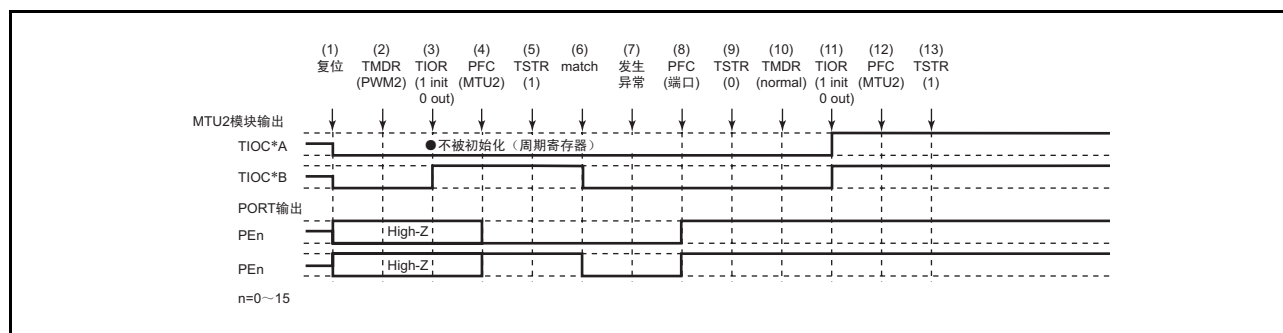

图 10.148 在 PWM 模式 2 中发生异常并在正常模式中恢复
在 PWM 模式 2 中发生异常，重新设定后在正常模式中重新开始时的说明如图 10.148 所示。
- (1) ~ (9) 与图 10.148 相同。
- (10) 设定 PWM 模式 1。
- (11) 必须通过 TIOR 初始化引脚（在 PWM 模式 1 中不初始化 TIOC*B）。
- (12) 必须通过 PFC 设定为 MTU2 输出。
- (13) 通过 TSTR 重新开始。
(15) 在 PWM 模式 2 的运行中发生异常并在 PWM 模式 2 中重新开始时的运行
(1) ~ (9) 与图 10.148 相同。
(10) 在 PWM 模式 2 中重新开始时不需要此步骤。
(11) 必须通过 TIOR 初始化引脚 (在 PWM 模式 2 中不初始化周期寄存器的引脚)。
(12) 必须通过 PFC 设定为 MTU2 输出。
(13) 通过 TSTR 重新开始。
(16) 在 PWM 模式 2 的运行中发生异常并在相位计数模式中重新开始时的运行
(10) 设定相位计数模式。
(11) 必须通过 TIOR 初始化引脚。
(17) 在相位计数模式的运行中发生异常并在正常模式中重新开始时的运行